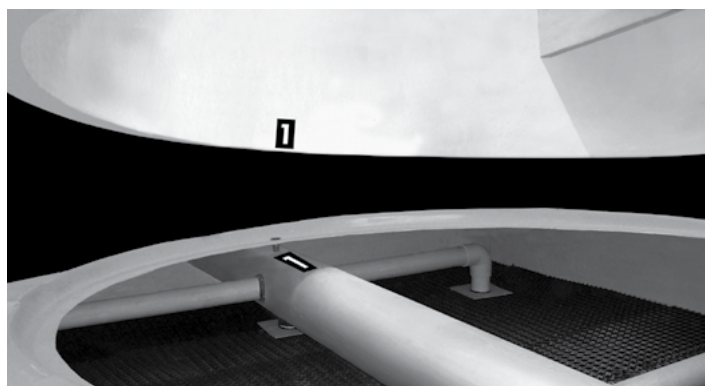
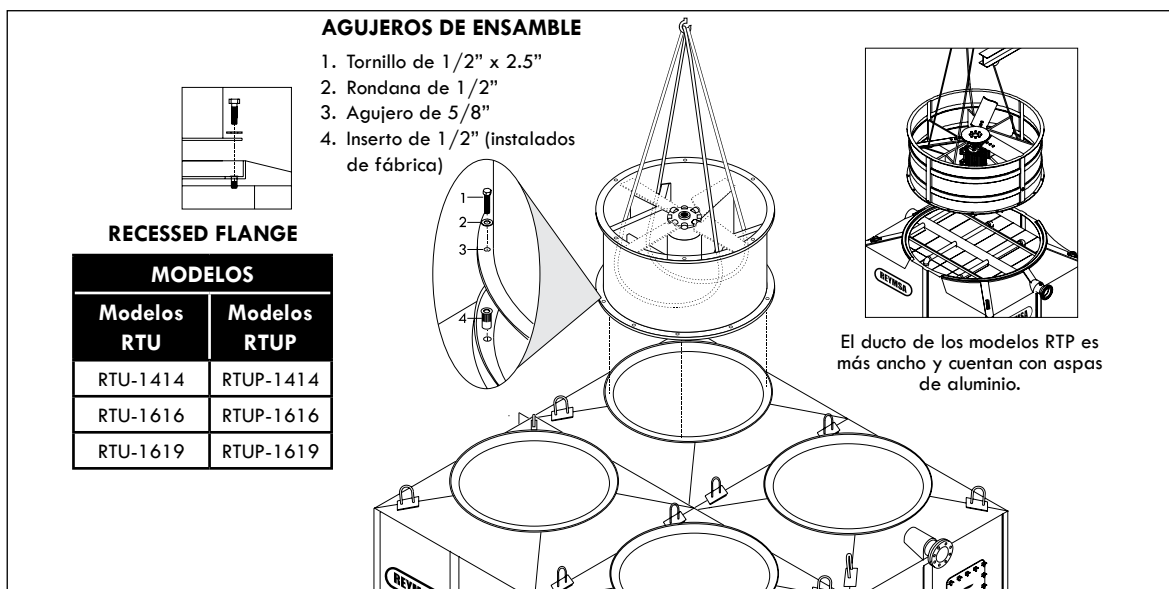

Figura A-41: Alineación del ducto en una torre de dos ventiladores (RTU)
Figura A-45: Instalación del ducto en una torre de cuatro ventiladores (RTU)
- L. Luego sujete el soporte del ventilador con doble banda a manera de cuna (como se muestra en la Figura A-45) para que lo pueda levantar con una grúa y ensamblarlo.
- M. Identifique cada ducto, están marcados con un número en el interior del borde inferior. Este número debe coincidir con el número en el cabezal de distribución de agua para que la instalación sea correcta. Ahora coloque el ducto del ventilador #1 en la brida receptora de la sección superior (ver Figura A-41). Asegúrese de que los tornillos y los agujeros dentro del ducto y la brida estén alineados, (ver Figura A-45). Asegúrelos con los tornillos de acero inoxidable suministrados por REYMSA.